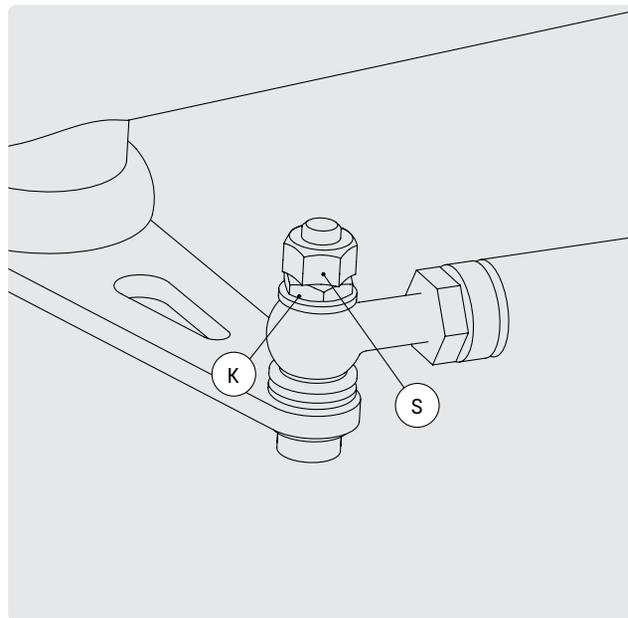

FIG. 33
- Si prefiere una dirección más rígida, apriete un poco más la tuerca plana K en el varillaje de dirección (fig. 33). Para ello, primero hay que quitar la tuerca autoblocante S.